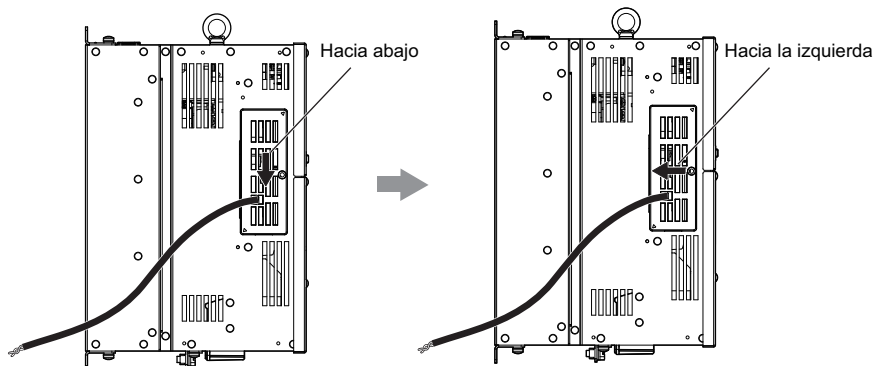

Figura 4.39 Deslice la cubierta del conector CN19 en su lugar
6. Deslice la cubierta del conector CN19 en su lugar como se muestra en la Figura 4.39.